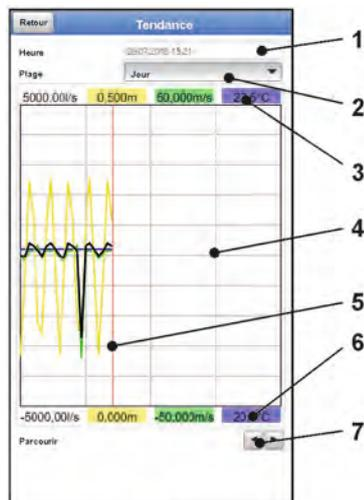
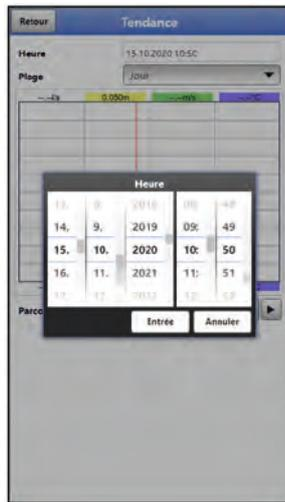

Fig. 39-2 Représentation de l'affichage des tendances
Fig. 39-3 Sélection Date/Heure
1. Sélectionner la plage souhaitée (période de représentation ; Fig. 39-2 point 2). La plage sélectionnée est représentée. Pendant la représentation, il n'y a pas de mise à jour automatique des données de mesure.
2. Si nécessaire, utilisez les flèches (Fig. 39-2 point 7) pour défiler vers l'avant et l'arrière avec le même réglage de base de la représentation.
Lorsque le menu Tendances est ouvert, la date et l'heure actuelles sont affichées. Si des données de mesure historiques ou une période précise doivent être affichées, cela peut être réglé par la sélection date/heure (Fig. 39-2 point 1). La fenêtre pop-up de sélection illustrée ci-dessous (Fig. 39-3) s'ouvre. Si une date de début est sélectionnée, les données de mesure sont affichées dans la zone d'affichage située en dessous (en fonction de la plage définie).